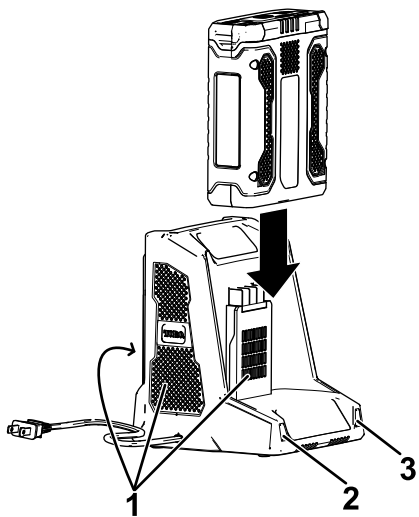

Figura 4
5. Introduzca la batería en el cargador hasta que esté completamente asentada (Figura 4).